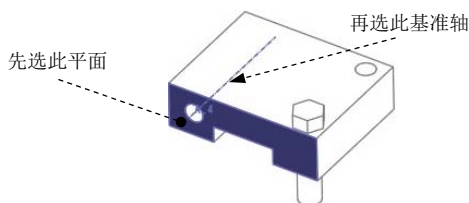

图 7.4.3 “元件”菜单
Step4. 在组件中依次选取图 7.4.3 所示平面和基准轴。
Step8. 选取图 7.4.3 所示的基准轴为方向参考，输入移动距离值 60.0，如果方向相反，则输入负值。